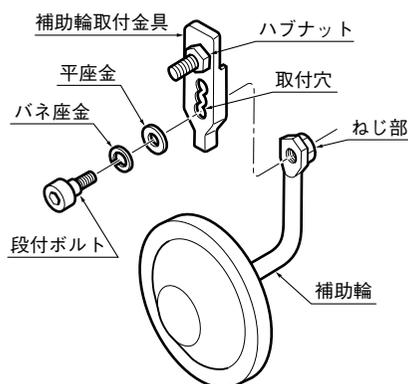
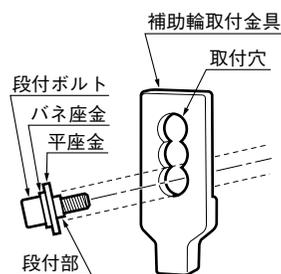

図1
図2
- ①補助輪が上下に動かせる程度に段付ボルトを付属工具(6mmアーレンキー)で緩めます。(図1)
- ②補助輪取付金具にボルトを付けたまま上下にスライドさせます。
- ③段付ボルトの段付部と取付穴をきちんと合わせ、段付ボルトを付属工具(6mmアーレンキー)で締付固定します。(図2)
- ①補助輪取付金具と補助輪を固定している段付ボルトを付属工具(6mmアーレンキー)でゆるめ取りはずします。
- ②補助輪を取りはずします。
- ①補助輪取付金具の取付穴と補助輪のねじ部を合わせます。(図1)
- ②段付ボルトにバネ座金・平座金の順に通し取り付けます。
- ③段付ボルトの段付部と取付穴をきちんと合わせ取り付けます。(図2)
- ④段付ボルトを付属工具(6mmアーレンキー)で締付け補助輪を固定します。